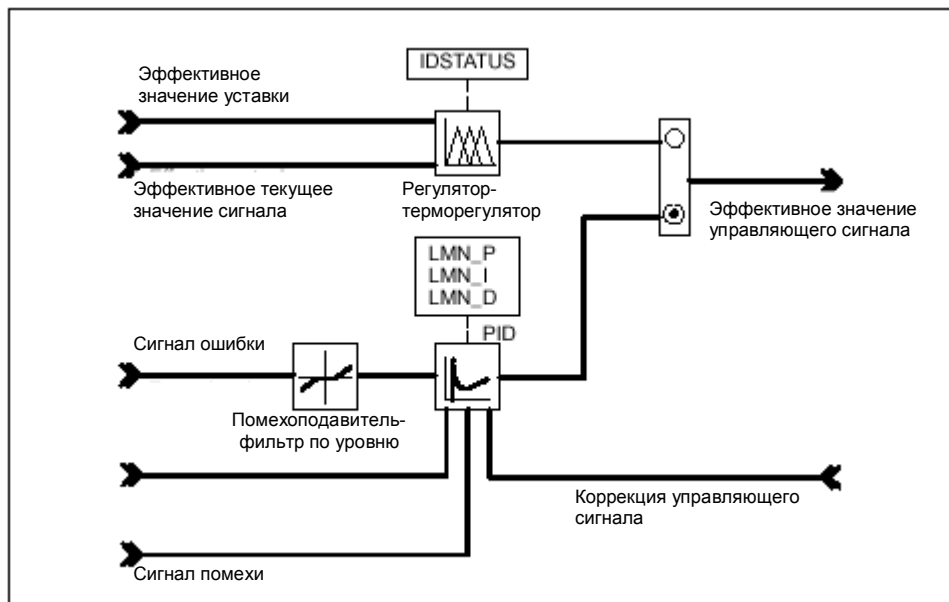

Рис. 7-17 Алгоритм управления и точки отображение сигналов
- IDSTATUS - отображение состояния терморегулятора сконфигурированного регулятора (см. рис. 7-17). Отображение IDSTATUS описано на стр. 3-53 в Разделе 3-8.
- LMN\_P - "пропорциональный" компонент PID регулятора (см. рис. 7-17).
- LMN\_I - "интегрирующий" компонент PID регулятора (см. рис. 7-17).
- LMN\_D - "дифференцирующий" компонент PID регулятора (см. рис. 7-17).